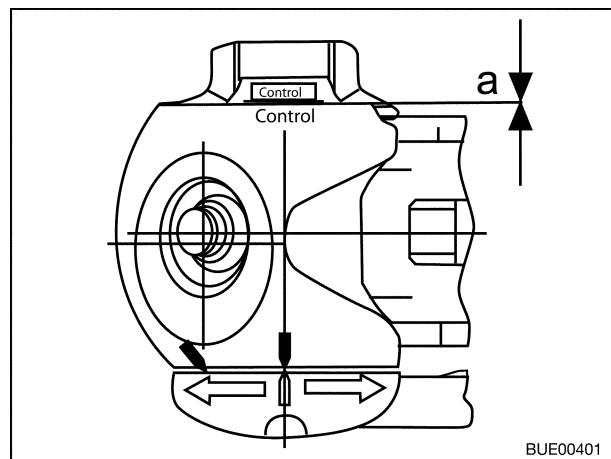

Bild 107 Verschleißkontrolle
- Abstand $a = 0$ (Bild 107): Reibbeläge kontrollieren und ggf. austauschen.